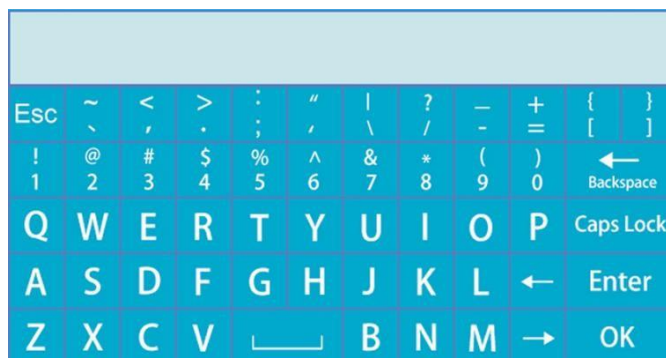

Рис. 5-18 Клавиатура с буквами и символами
- Клавиатура с буквами и символами (см. Рисунок 5-18): введите строчные буквы и символы, показанные в нижней половине первой и второй строк.